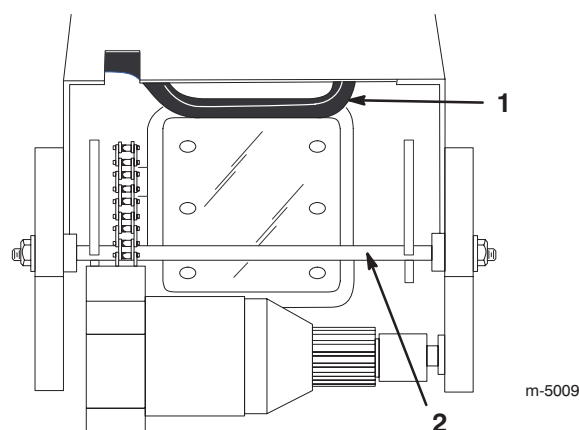

**Figure 2**
1. Enlevez les deux boulons à embase qui fixent l'ensemble poulie folle au bâti du moteur et déposez l'ensemble poulie folle (Fig. 2).
2. Placez les trous du carter de tarière/roue hélice en face des trous du bâti du moteur (Fig. 2).
3. Acheminez la courroie de tarière/roue hélice autour de la poulie de roue hélice (Fig. 2).
5. Montez l'ensemble poulie folle dans l'alignement des poulies folles avec les courroies (Fig. 2 et 31).